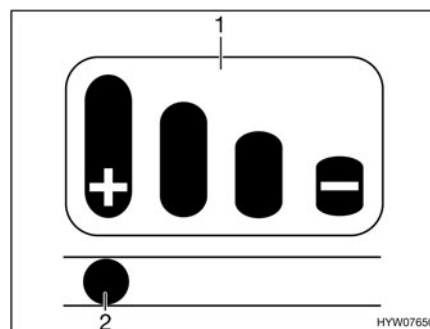

Fig. 159 Témoin d'usure
Un témoin d'usure (Fig. 159) avec diagramme à bâtons (Fig. 159,1) figure sur la poignée d'attelage.
- Quand la goupille (Fig. 159,2) dans le trou oblong se trouve sur la marque avec le signe "+", les garnitures de friction sont encore à l'état neuf.